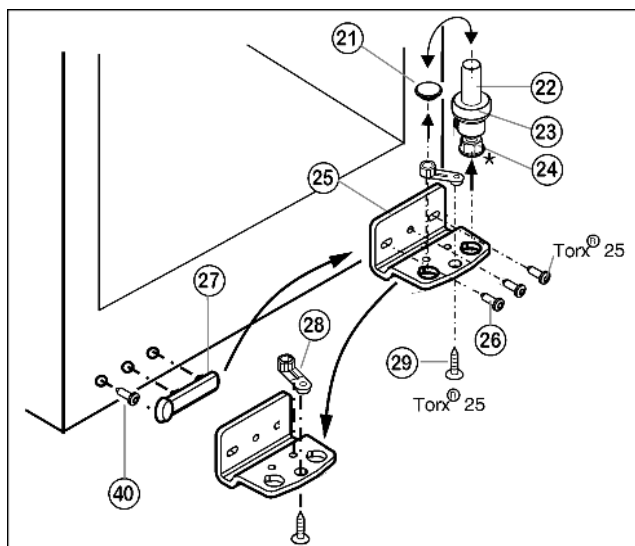

Fig. 5
- ▶ Зніміть, потягнувши догори, опорний гвинт Fig. 5 (22) у комплекті, разом з шайбою Fig. 5 (23) та установочною ніжкою* Fig. 5 (24).
- ▶ Зніміть Fig. 5 (21) пробку.
- ▶ Відгвинтіть Fig. 5 (26) опорний кронштейн Fig. 5 (25).
- ▶ Відкрутіть Fig. 5 (29) опорну деталь Fig. 5 (28) і вставте в протилежний отвір опорного кронштейну, знову пригвинтіть.
- ▶ Обережно зніміть кришку з боку ручки Fig. 5 (27) та гвинт Fig. 5 (40) і переставте їх на протилежний бік.
- ▶ Пригвинтіть опорний кронштейн Fig. 5 (25) на новий бік шарніра (з моментом 4 Нм). За потреби використовуйте викрутку з акумулятором.
- ▶ Вставте пробку Fig. 5 (21) в отвір, що залишився вільним.
- ▶ Встановіть на місце опорний гвинт Fig. 5 (22) у комплекті, разом з шайбою та установочною ніжкою*. При цьому виступ фіксатора повинен бути спрямований назад.
- ▶ Встановіть дверцята згори на нижній опорний гвинт Fig. 5 (22).
- ▶ У разі необхідності за допомогою двох довгастих отворів на опорному кронштейні знизу Fig. 5 (25) встановіть дверцята на одній осі з корпусом. Для цього викрутіть середній гвинт.